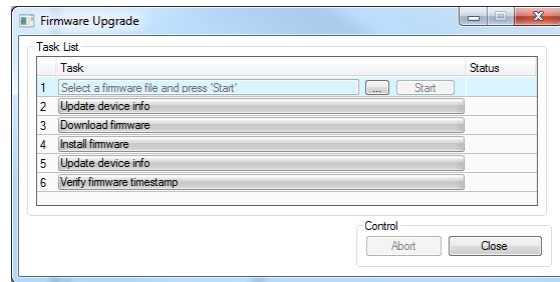

Abbildung 179: Firmware-Update-Dialog des Configurators
6. Dies öffnet den Firmware-Update-Dialog wie in Abbildung 179 gezeigt. Klicken Sie auf die Schaltfläche  und selektieren Sie das Firmware-Image.